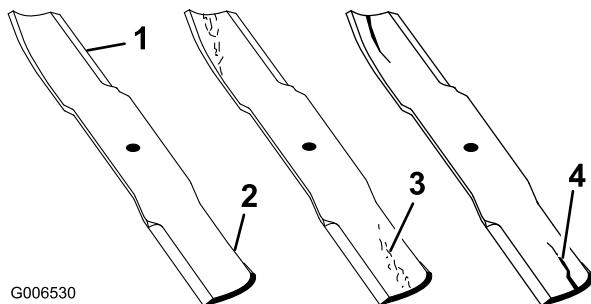

図 33
2. ブレードの切っ先を注意深く観察、特に、直線部と曲線部が交わる部分をよく観察する(図 33)。この、直線部と曲線部の交差域は、砂などによる磨耗が進みやすい部分なので、機械を使用するまえによく点検することが必要。磨耗が大きい場合には(図 33)危険であるから交換する;「ブレードの取り外し」を参照。
ブレードの磨耗を放置すると、ブレードのセール部と平坦部との間に割れ目が発生する(図 33)。この割れ目が拡大すると、最終的にはブレードがちぎれてハウジングの下から飛び出し、これがオペレータや周囲の人に重大な人身事故となる。